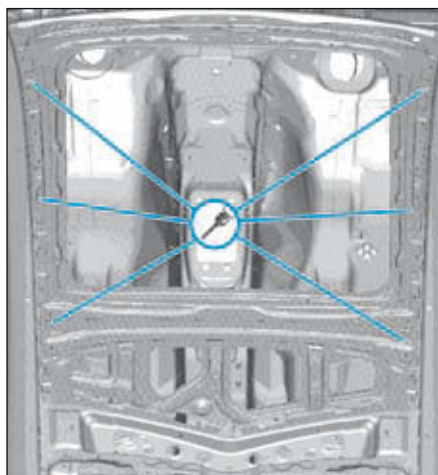

FIG.88
• Percer des trous de rivets de Ø 5 mm en procédant par le haut (Fig.88).